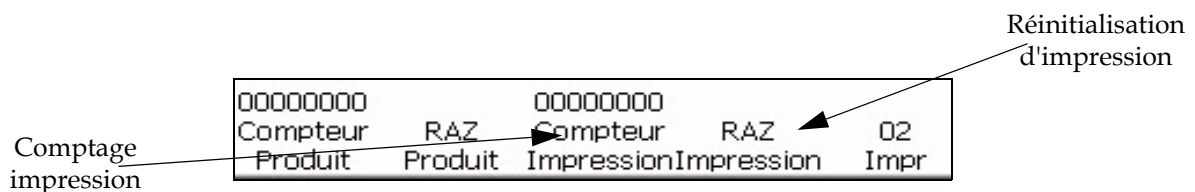

Figure 4-12: Fenêtres <Réinit. Impression> et <Compt. Impression>
- 1 Naviguez jusqu'à la fenêtre <02 Imprimer> (01 Editer > 02 Editer > 03 Editer > 04 Editer - Config. Imprimante > 01 Imprimer > 02 Imprimer). Voir Figure 4-12.